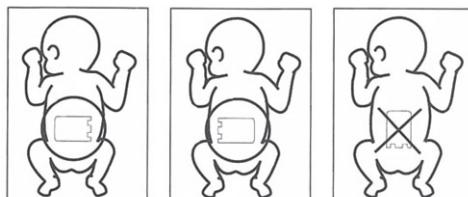

図 2
- 対極板の貼付部位は、手術部位に近く通電性の良い部位(大腿部前面等)を選択する。貼付方向は手術部位に対して長辺が垂直になるように貼付すること。腕または脚部に使用する場合は、図 1 ○印の様に身体に対して横向きに貼付すること。やむを得ず下側に貼付する場合(小児や乳幼児に使用する場合等)は、図 2 ○印の様に身体に巻くように横向きに貼付すること。[貼付方向による貼付面の温度差を少なくするため。]